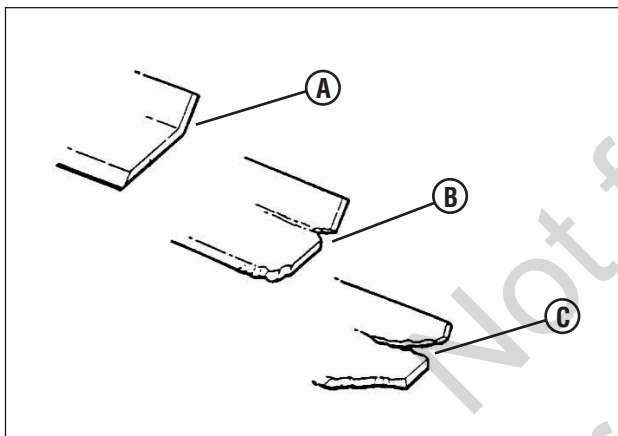

Figura 42: Limites de desgaste da lâmina do cortador
1. Inspeção frequentemente a lâmina para ver se há sinais de desgaste excessivo ou danos (**Figura 42**):
5. Inspeção a condição da lâmina (**Figura 42**).